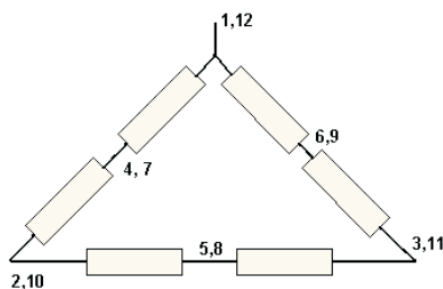

Figura 23
- Triângulo em série: a tensão nominal é 440 V (ver figura 23)